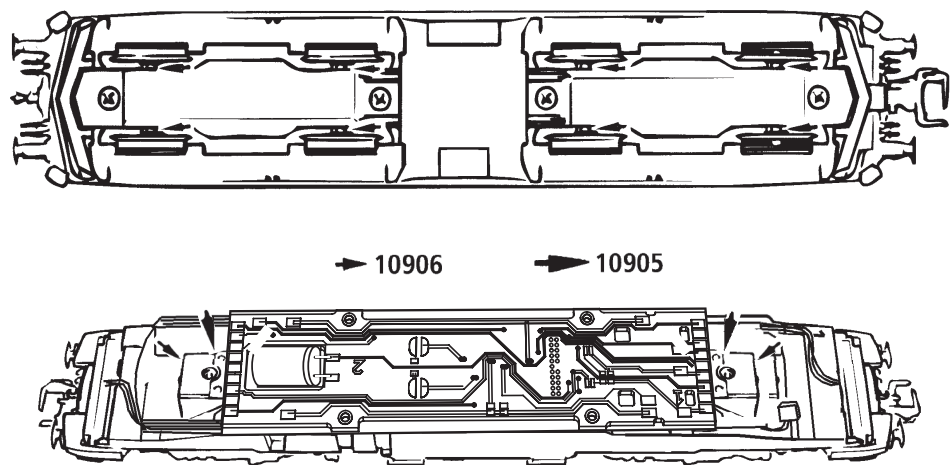

Fig. 6
3. Haftreifenwechsel: Zuerst den Getriebedeckel abnehmen (Fig. 6). Danach den **Radsatz** herausnehmen und die **Haftreifen** mit einer Nadel od. mit einem feinen Schraubendreher abziehen (Fig. 6). Beim Aufziehen der neuen Haftreifen darauf achten, dass diese sich nicht verdrehen.
3. Change of traction tyre: Remove the gear cover (fig. 6). Take out **wheel set** and remove **traction tyre** using a pin or a fine screwdriver (fig. 6). When pressing on the new traction tyre please **avoid twisting it**.
3. Échange des bandages d'adhérence: Démontez d'abord le **couvercle du carter des engrenages** des en-grenages (fig. 6). Délogez ensuite les essieux ban-dagées et enlevez, à l'aide d'une aiguille ou d'un tourne-vis fin, les bandages d'adhérence (fig. 6). Lors du montage des nouveaux bandages veuillez veiller à ce que les bandages **ne soient pas tor-dues**.